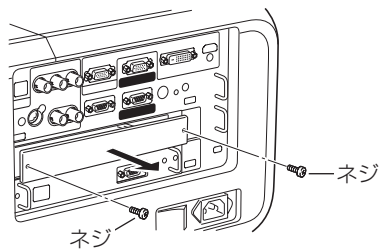

図1
(図1)
- 2 接続端子をプロジェクター本体から引き出します。(図1)